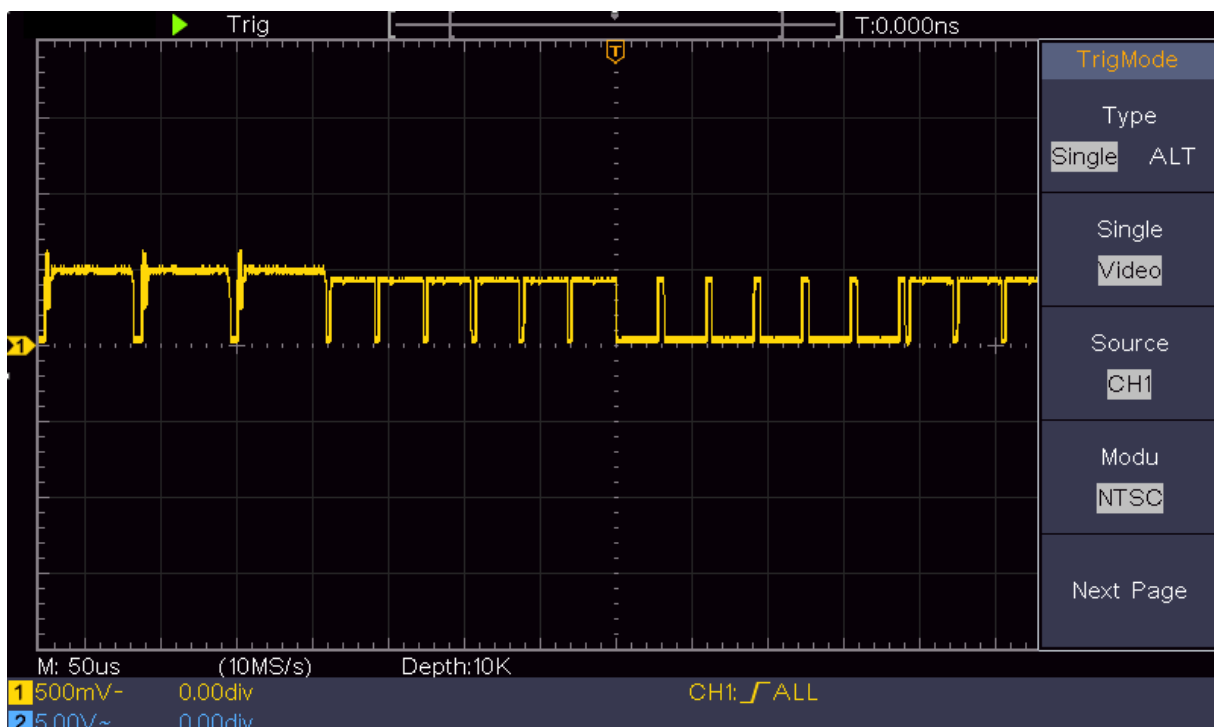

Abbildung 6–7 Wellenform eingefangen vom Video Field Trigger
- (1) Drücken Sie die Trigger-Menü-Taste, um das rechte Menü anzuzeigen.
- (2) Wählen Sie im rechten Menü Typ als Single.
- (3) Wählen Sie im rechten Menü Single als Video.
- (4) Wählen Sie im rechten Menü Quelle als CH1.
- (5) Wählen Sie im rechten Menü Modu als NTSC.
- (6) Drücken Sie im rechten Menü auf Nächste Seite und wählen Sie Als Feld synchronisieren.
- (7) Drehen Sie die Knöpfe für die vertikale Skala, die vertikale Position und die horizontale Skala, um eine korrekte Wellenformanzeige zu erhalten (siehe Abbildung 6 7).